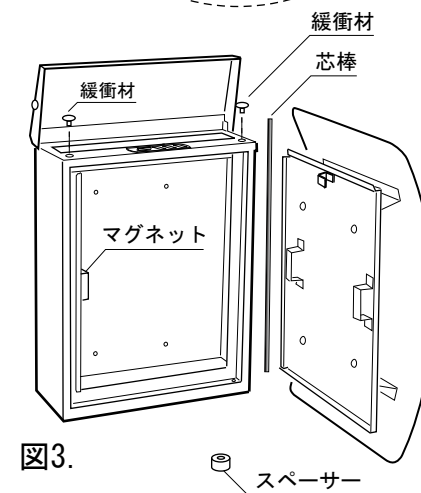

図3.
- ①投函口扉を開け、左右にある図3. 緩衝材を引き抜いて下さい。